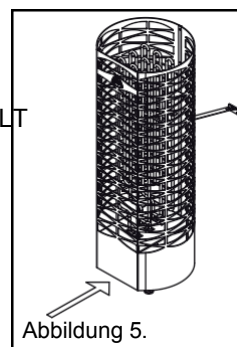

Abbildung 5.
- Der Steuerspannungsschalter des Saunaofens befindet sich an der Vorderseite unten. (Viz Abb. 5)